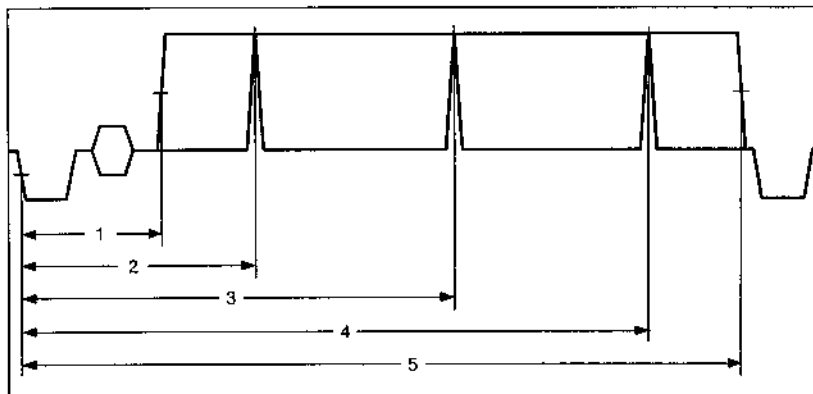

Fig. 3 Mittenkreuz, Zeitablauf
- horizontale Richtung, Fig. 3
Lage des Mittenkreuzes, Fig. 3, 4, 5